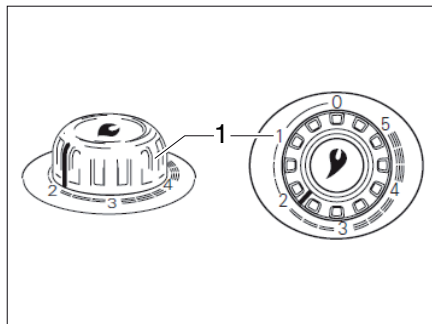

Fig. 104 Pomello girevole del riscaldamento ad aria calda
- Impostare il pomello girevole (Fig. 104,1) del riscaldamento sul valore desiderato e premere in basso fino all'arresto.
- Impostare il pomello girevole del riscaldamento (Fig. 104,1) su "0". In questo modo il dispositivo di accensione viene disinserito.
- ▷ Per ulteriori informazioni consultare il manuale d'uso separato "Truma S 3004 (P) / S 5004".